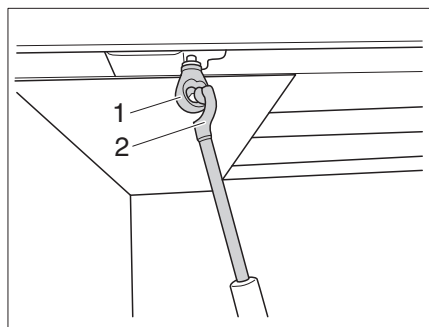

Fig. 155 Regolazione in altezza
- Agganciare la manovella (Fig. 155,2) nell'occhiello (Fig. 155,1) della regolazione in altezza.